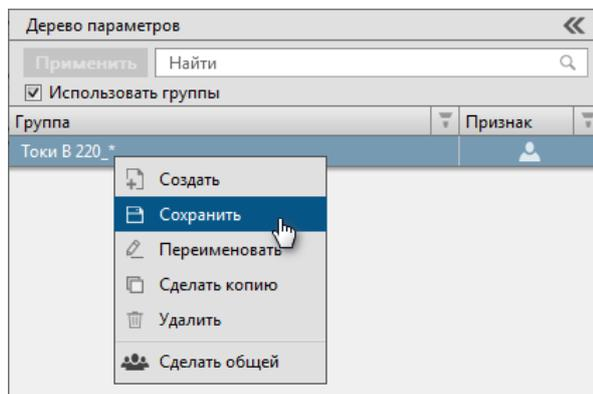

Рисунок 29 - Сохранить
3. Нажмите *к м* по переименованной группе и выберите команду **Сохранить** (Рисунок 29).